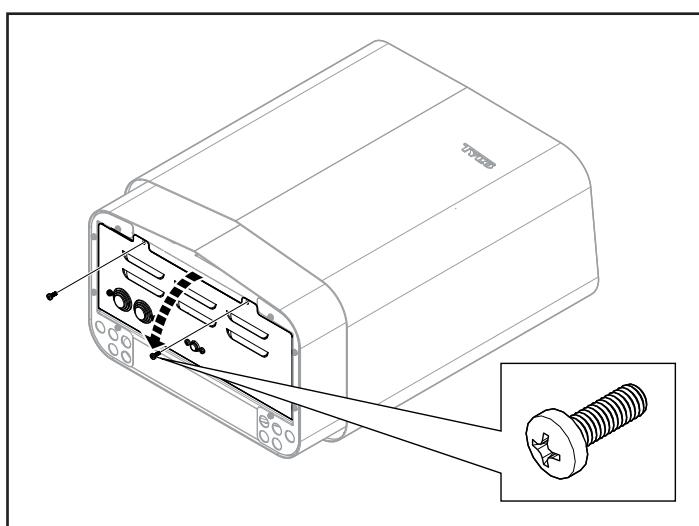

Fig 10: Öppna/stänga luckan
5. Stäng luckan och skruva i skruvarna (se Fig 10).